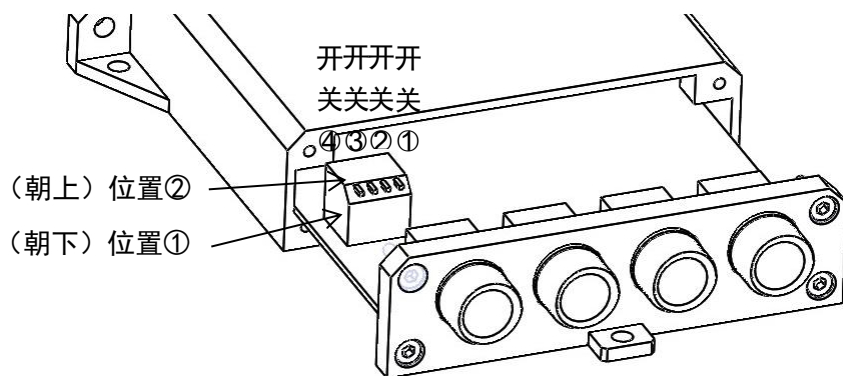

图 4 (拨动开关示意图注意：需拆开外壳)
最好精确的设定油箱的最高油位，就是设定SW1-4拨动开关的位置。参照图4和表2。
如图4所示，在主机盒上有一组拨动开关，用于设置超声油位计的不同模式和工作最大油位
3. 通过拨动开关组的2和3号开关设置最高测量油位（参照图4和表2所示）